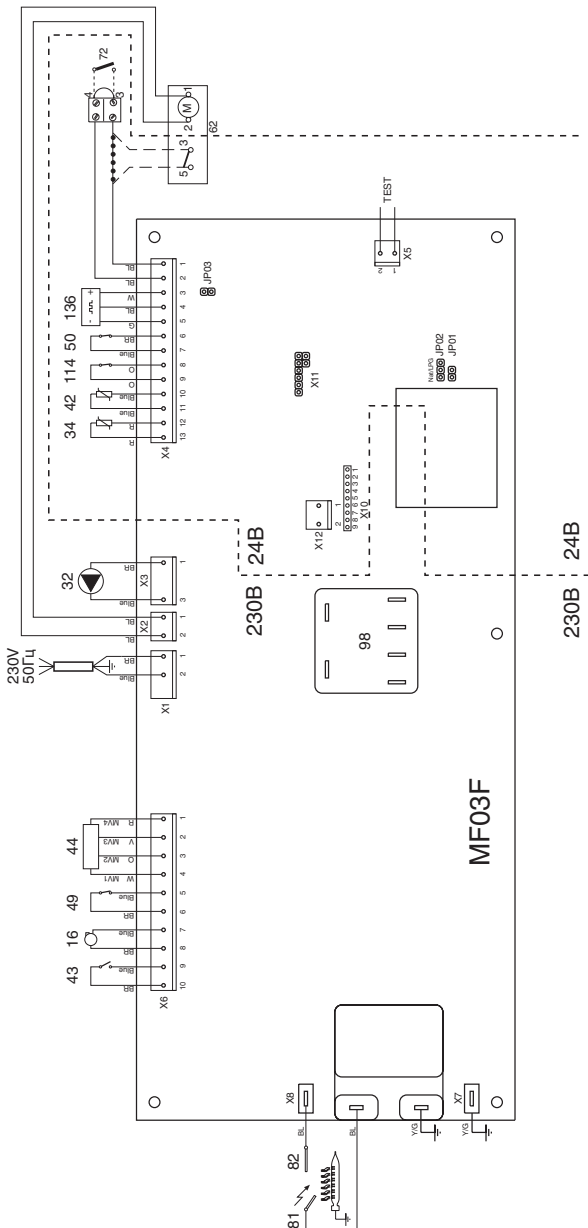

Рис. 21
3.11 Монтаж термостата помещения (72) (Рис. 21)
Откройте электрораспределительную коробку и отсоедините "кабельную перемычку" между контакторами 4 и 5 (рис. 21 - п. 80).